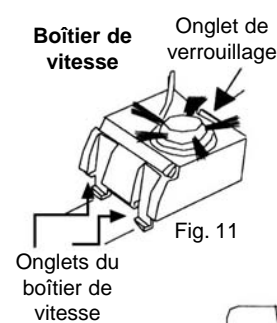
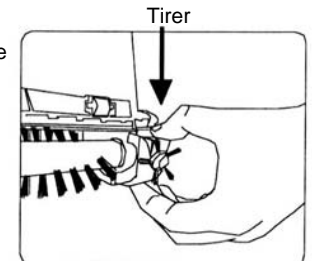

Fig. 11
Fig. 12
4. Enfoncez l'onglet de verrouillage du boîtier de vitesse (fig. 11 et fig. 12).